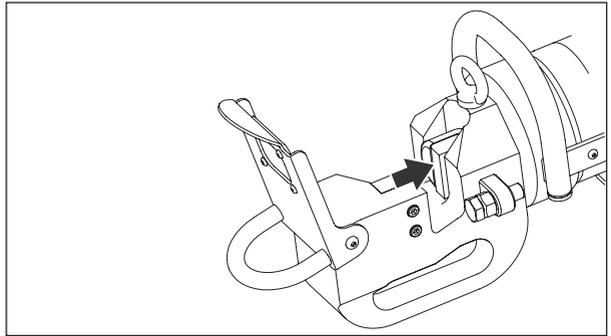

Abbildung 8, Kolben und Messer in der Ausgangsposition (vollständig zurückgezogen)
Stellen Sie vor dem Positionieren von Material zwischen dem Schneidkopf stets sicher, dass sich der Kolben und das bewegliche Messer in der „Ausgangsposition“ (vollständig zurückgezogen) befinden. (Siehe Abbildung 8).
2. Stellen Sie sicher, dass sich der Kolben in der „Ausgangsposition“ (vollständig zurückgezogen) befindet. Siehe Abbildung 8.
1. Starten Sie die Pumpe. Bewegen Sie den Kolben in die „Ausgangsposition“ (vollständig zurückgezogen). Siehe Abbildung 8.